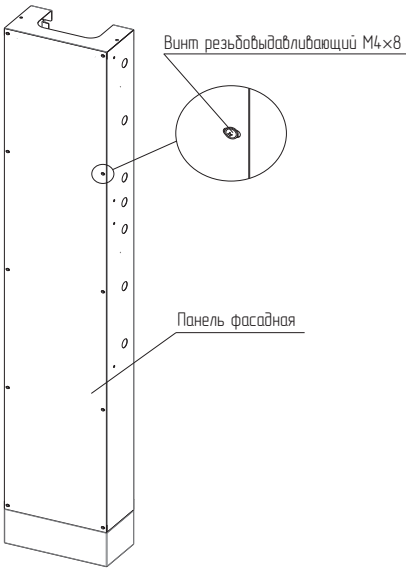

Рисунок 2
4.2.1 Извлечь короб КЭТ из упаковки и вывернуть десять винтов резьбовыдавливающих М4х8, снять панель фасадную (рисунок 2). Винты сохранить.